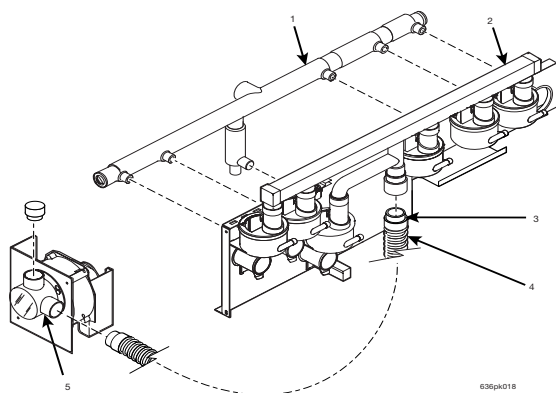

Ilustración 4
6.) Quite el montaje de venteo delantero, los contenedores, el montaje de venteo trasero (consulte la ilustración 4), los tazones y las mangueras que estén conectadas a las boquillas de distribución (consulte la ilustración 5).